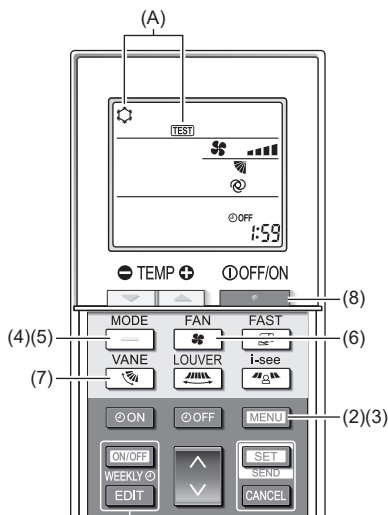

Fig. 7-8
- (1) Mettez l'appareil sous tension au moins 12 heures avant le test fonctions.
- (2) Appuyez sur la touche **MENU** pendant 5 secondes. (Fig. 7-8)
- (3) Appuyez sur la touche **MENU**.
(A) La mention [TEST] et le mode de fonctionnement en cours sont affichés. (Fig. 7-8)
- (4) Appuyez sur la touche **TEMP** pour activer le mode de refroidissement, puis vérifiez que de l'air froid est soufflé par l'appareil.
- (5) Appuyez sur la touche **TEMP** pour activer le mode de chauffage, puis vérifiez que de l'air chaud est soufflé par l'appareil.
- (6) Appuyez sur la touche **FAN** et vérifiez que la vitesse du ventilateur change.
- (7) Appuyez sur la touche **VANE** et vérifiez que l'ailette automatique fonctionne correctement.
- (8) Appuyez sur la touche **OFF/ON** pour arrêter le test fonctions.